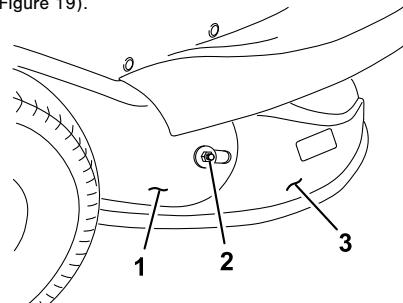

Figure 19
7. Retirez l'écrou et la rondelle extérieure de fixation de l'éjecteur au tube d'éjection (Figure 19).
13. Remettez l'écrou et la rondelle extérieure de fixation de l'éjecteur au tube d'éjection (Figure 19).